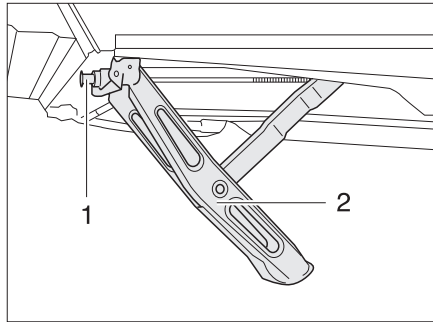

Bild 16 Vevstöd nedvevat
- Sätt den medföljande handveven mot sexkanten (Bild 16,1) på vevstödet (Bild 16,2).